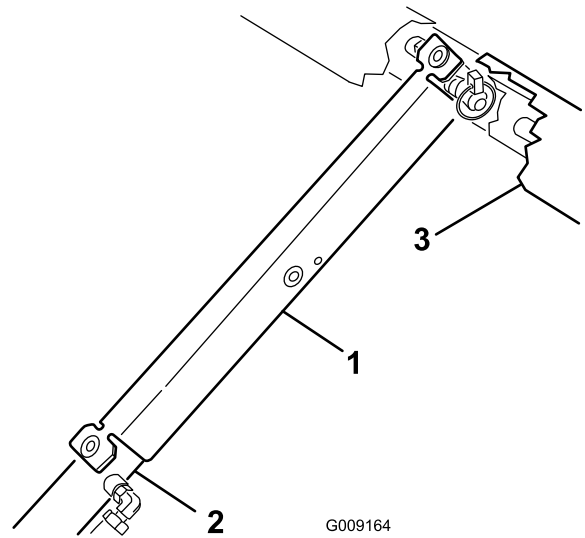

Bild 2
- C. Schieben Sie die Ladepritschenstütze auf die Zylinderstange. Achten Sie darauf, dass die Stützenendnasen auf dem Ende der Zylindertrommel und auf dem Ende der Zylinderstange aufliegen (**Bild 2**).